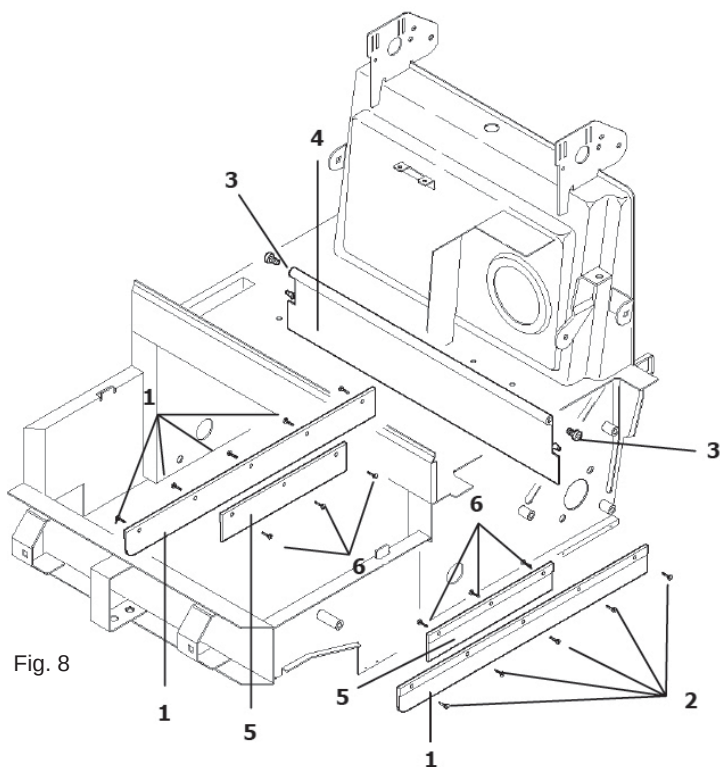

Fig. 8
For å skifte ut sideklaffene (pos. 1 Fig. 8) tar du av bakhjulene. Løsne skruene som fester klaffene til rammen (pos. 2 Fig. 8) og skift dem ut med nye.
For å skifte ut de interne sideklaffene (pos. 5 Fig. 8) løft den framre delen av maskinen og løsne skruene (pos. 6 Fig. 8) som fester klaffene til rammen. Skift dem ut med nye.
- Løsne festetappen for klaffen (pos. 3 Fig. 8) plassert på sidene av rammen.
- Grip tak i trekk i klaffen (pos. 4 Fig. 8) mot utsiden av maskinen.